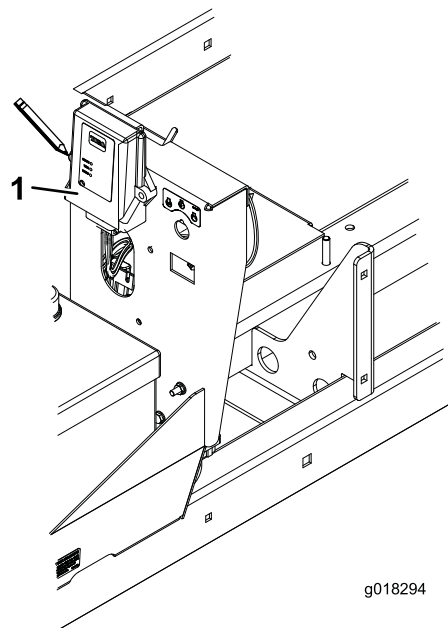

Figure 2
4. Placez le récepteur neuf sur le cadre en alignant son trou de fixation droit sur le trou de fixation supérieur droit utilisé pour le montage de l'ancien récepteur (Figure 2).
5. Utilisez le trou gauche du récepteur neuf comme modèle et localisez, repérez et percez un trou de 0,713 cm de diamètre dans le cadre (Figure 2). Vérifiez que le module de commande sans fil est de niveau.